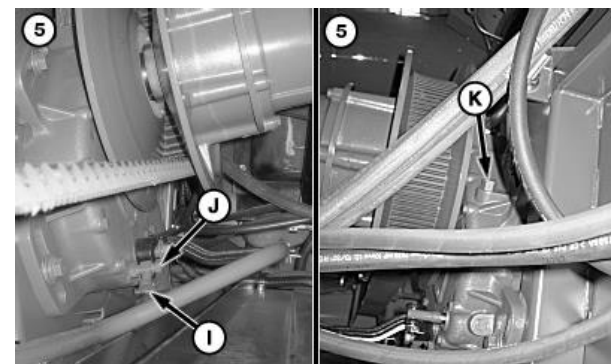

Рис.4.71 – Заміна оливи в приводі сепаратора
5. Замінити оливу в приводі сепаратора (рис.4.71). Зняти захисну кришку (I) та приєднати шланг до зливного клапану (J). Відкрити клапан для зливання. Залити необхідну кількість оливи.